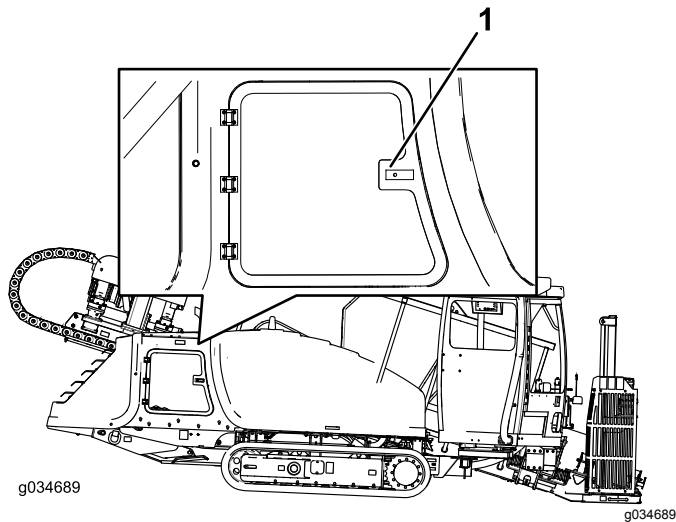

Figure 72
2. Poussez sur le côté gauche de la poignée du panneau et ouvrez le panneau quand la poignée est relâchée (Figure 72).